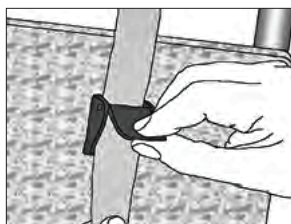

Figure 8
2. Enfilez les sangles supérieures à travers les boucles à came supérieures et les sangles inférieures à travers les boucles à came inférieures (Fig. 8).